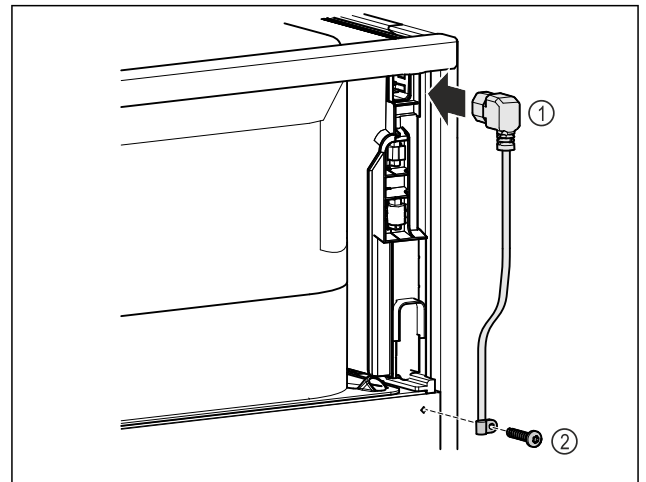

Fig. 11
- Au dos de l'appareil, brancher la prise pour appareil froid du câble d'alimentation Fig. 11 (1).
- Monter le serre-câble. Fig. 11 (2)